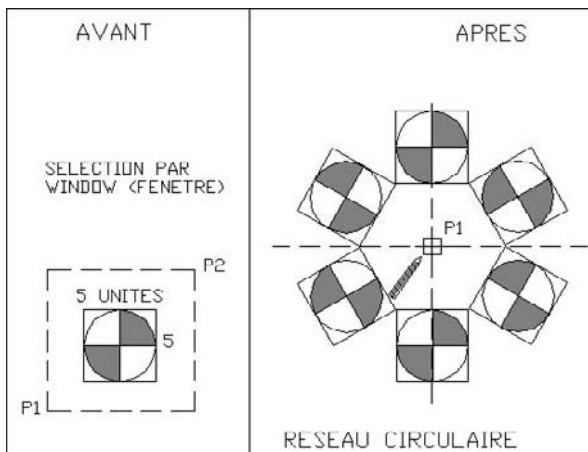

Fig.5.11
- 7 Activer le champ **Faire pivoter les éléments copiés** (Rotate items as copied) pour indiquer si les objets doivent tourner ou non pendant l'opération de copie (fig.5.11).